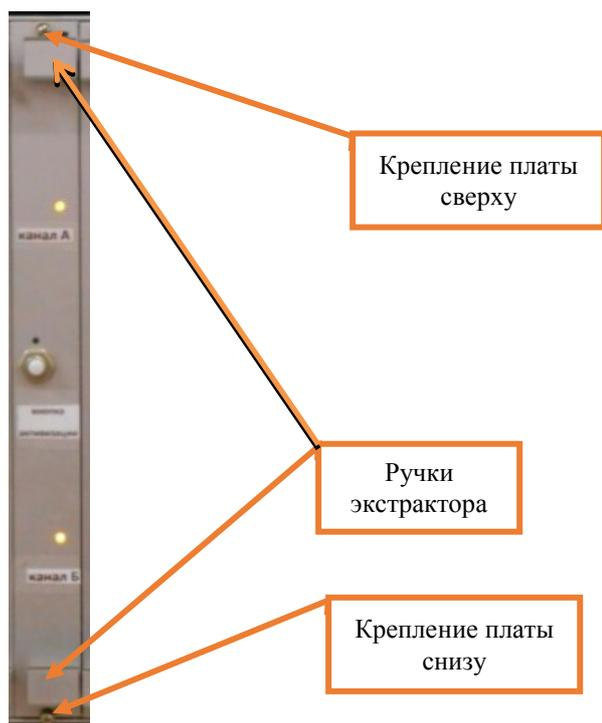

Рисунок 3. Крепление платы ДКБ-Б (ДКБ-Б-2).
7.1.4 Отвернуть с помощью крестовой отвертки невыпадающие винты крепления в верхней и нижней части лицевой панели платы ДКБ-Б (ДКБ-Б-2) (Рисунок 3).
7.1.5 Нажать на ручки экстрактора и извлечь заменяемую плату ДКБ-Б (ДКБ-Б-2) из каркаса (Рисунок 3).
7.1.6 Установить новую плату ДКБ-Б (ДКБ-Б-2) в каркас по направляющим и завернуть с помощью крестовой отвертки невыпадающие винты блока (Рисунок 3).